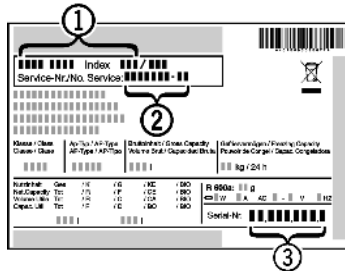

Fig. 7
- ▶ Prietaiso pavadinimas Fig. 7 (1), techninio aptarnavimo Nr. Fig. 7 (2) ir serijos Nr. Fig. 7 (3) užrašyti duomenų skydelyje. Duomenų skydelis yra prietaiso viduje, kairiajame šone.
- ▶ Susiekite su techninio aptarnavimo skyriumi ir praneškite apie gedimą, taip pat pasakykite prietaiso pavadinimą Fig. 7 (1), techninio aptarnavimo Nr. Fig. 7 (2) ir serijos Nr. Fig. 7 (3).